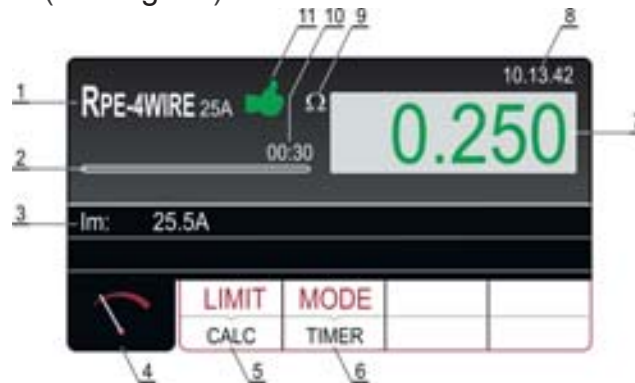

Fig. 31: Page-écran des résultats des essais RPE-4WIRE
6. Effectuer la mesure en appuyant sur la touche **START/STOP**. Le résultat de la mesure est affiché (voir Fig. 31)